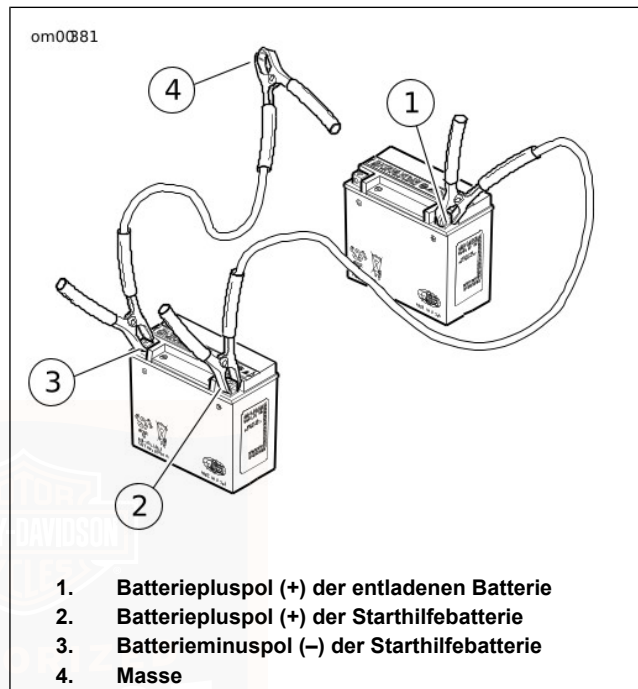

Abbildung 80. Überbrückungskabelanschlüsse
1. Siehe Abbildung 80. Ein Ende des Überbrückungskabels am Batteriepluspol (1) der ENTLADENEN Batterie anschließen.
2. Das andere Ende des gleichen Kabels am Batteriepluspol (2) der STARTHILFEBATTERIE anschließen.